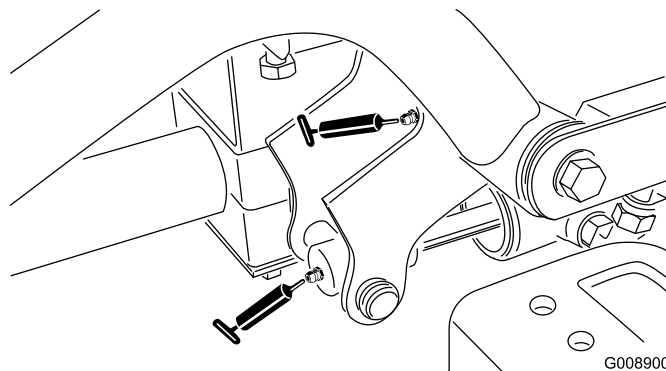

Рисунок 37
- Цилиндр поворота и подъема правого переднего подъемного рычага (2) (Рисунок 37)